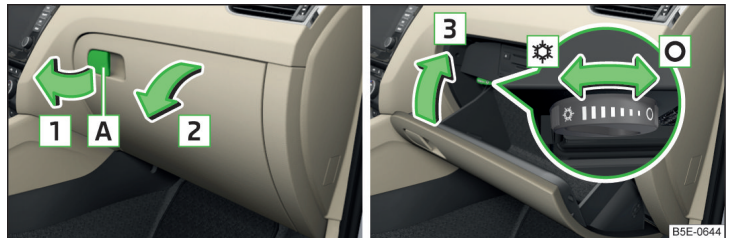

Abb. 109 Ablagefach öffnen / Ablagefach schließen und Luftzufuhr bedienen
- Zum **Öffnen** den Griff **A** in Pfeilrichtung **1** ziehen und den Deckel in Pfeilrichtung **2** klappen » Abb. 109.
- Zum **Öffnen** den Drehschalter bis zum Anschlag in die Position ☆ drehen » Abb. 109.